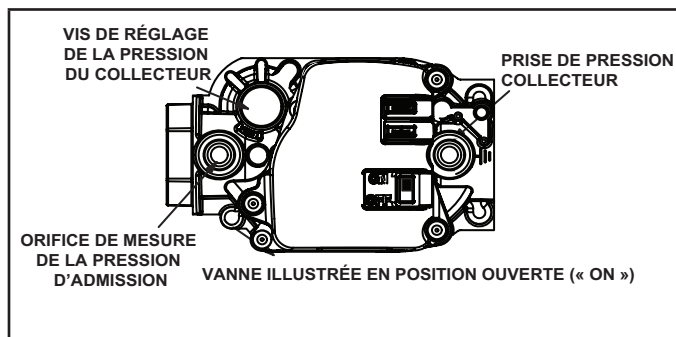

Figure 62
### Fonctionnement de la vanne de gaz (Figure 62)
- 6 - Mettre le contacteur de la vanne de gaz sur «OFF». Voir la Figure 62.
- 8 - Mettre le contacteur de la vanne de gaz sur «ON». Voir la Figure 62.